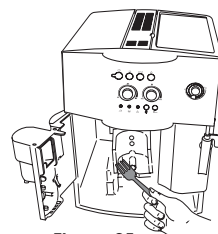
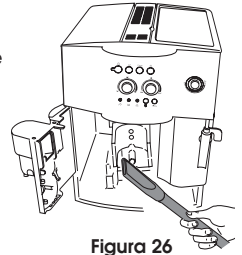

Figura 25
Figura 26
- Pulire accuratamente l'interno della macchina grattandola con una forchetta di plastica o di legno (Figura 25); quindi raccogliere tutti i residui utilizzando un aspirapolvere (Figura 26)